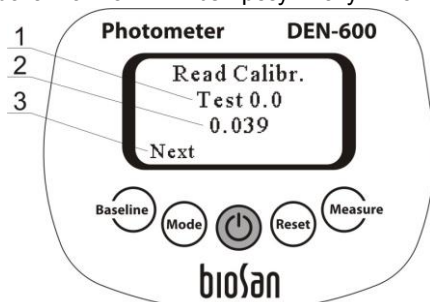

Рисунок 4. Просмотр калибровки
- 5.7. **Просмотр сохранённой пользовательской калибровки** (рисунок 4). В режиме калибровки, нажмите кнопку **Mode**, затем кнопку Next (**Baseline**) для демонстрации соответствия калиброванной точки в Abs к результату в McF.